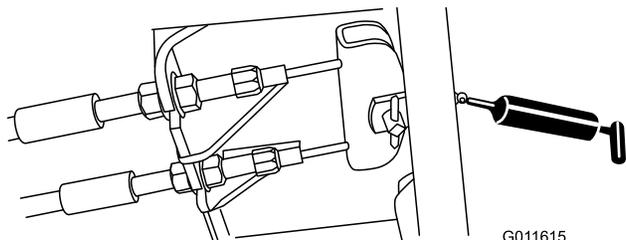

Рисунок 71
- Педаль тормоза (1 шт.) (Рисунок 71)